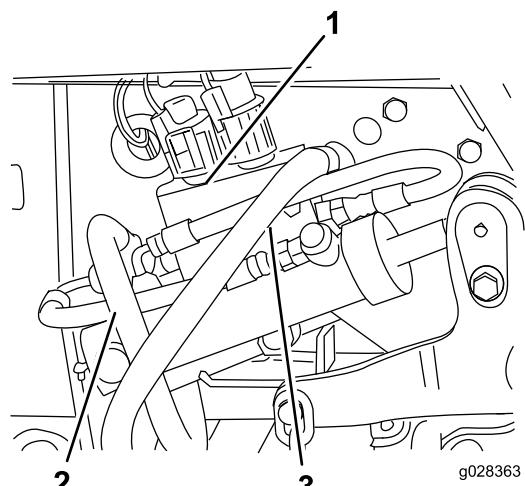

Bild 88
44. Verlegen Sie die Hydraulikdruck- und Hydraulikbehälterschlüsse zum Ventil und schließen sie an (Bild 88).